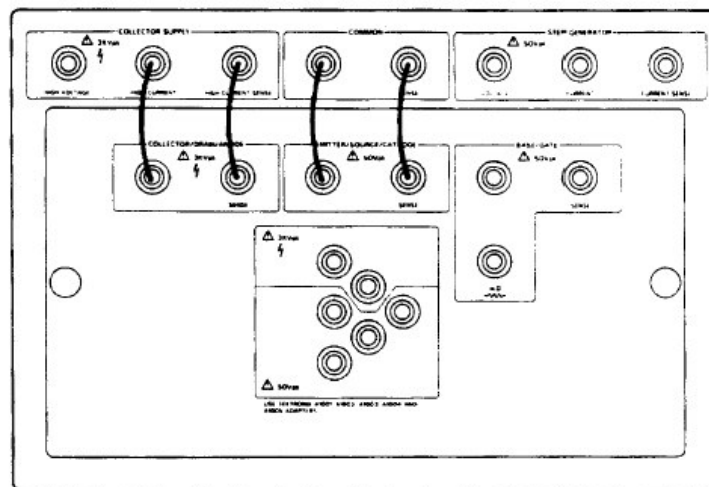

图 3-1：垂直和水平敏感度练习的辅助软线连接
- b. 使用辅助软线在辅助面板连接器和适配器面板间进行连接，如图 3-1 所示。